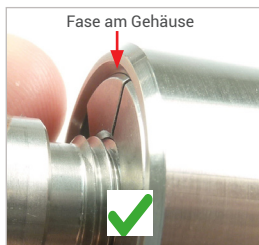

Abbildung 11
- ▶ Lassen Sie den Ventilknopf (Pos. 4) los. Der Adapter zieht sich selbstständig an den Prüfling an und stellt eine druckdichte Verbindung her. Die Planfläche der Spannzangen ist auf der gleichen Höhe wie die Fasse des Gehäuses (Abbildung 11).